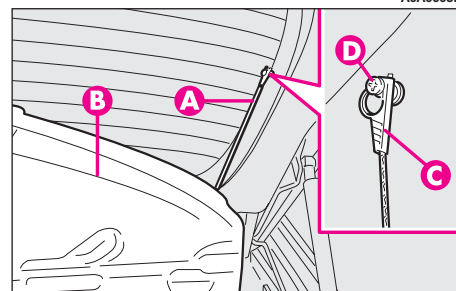

fig. 18
- dégager les extrémités des deux tirants (A-fig. 18) de support de la tablette (B) en sortant les œilletons (C) des broches (D);